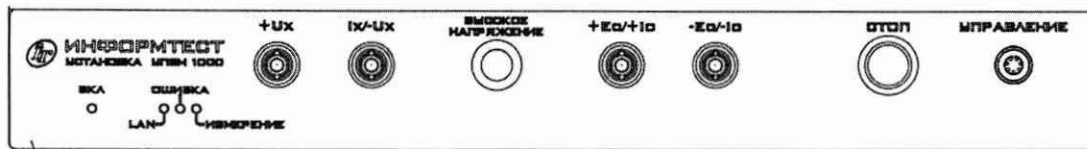

Рисунок 1.3
1.5.1.2 На лицевой панели УПЭМ расположены (рисунок 1.3):